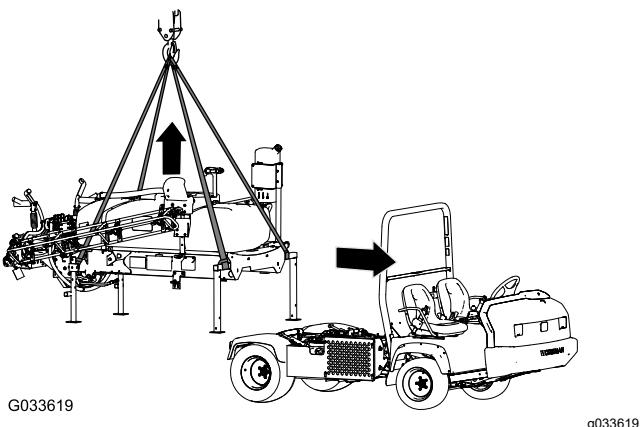

Figure 138
1. Abaissez les rampes à 45° environ puis faites-les pivoter vers l'avant (Figure 138).
5. Attachez le matériel de levage aux tubes horizontaux des pieds de support avant et le montant vertical aux pieds de support arrière (Figure 138).
7. Soulevez le patin de la cuve suffisamment haut pour éviter le patin de la machine (Figure 138).